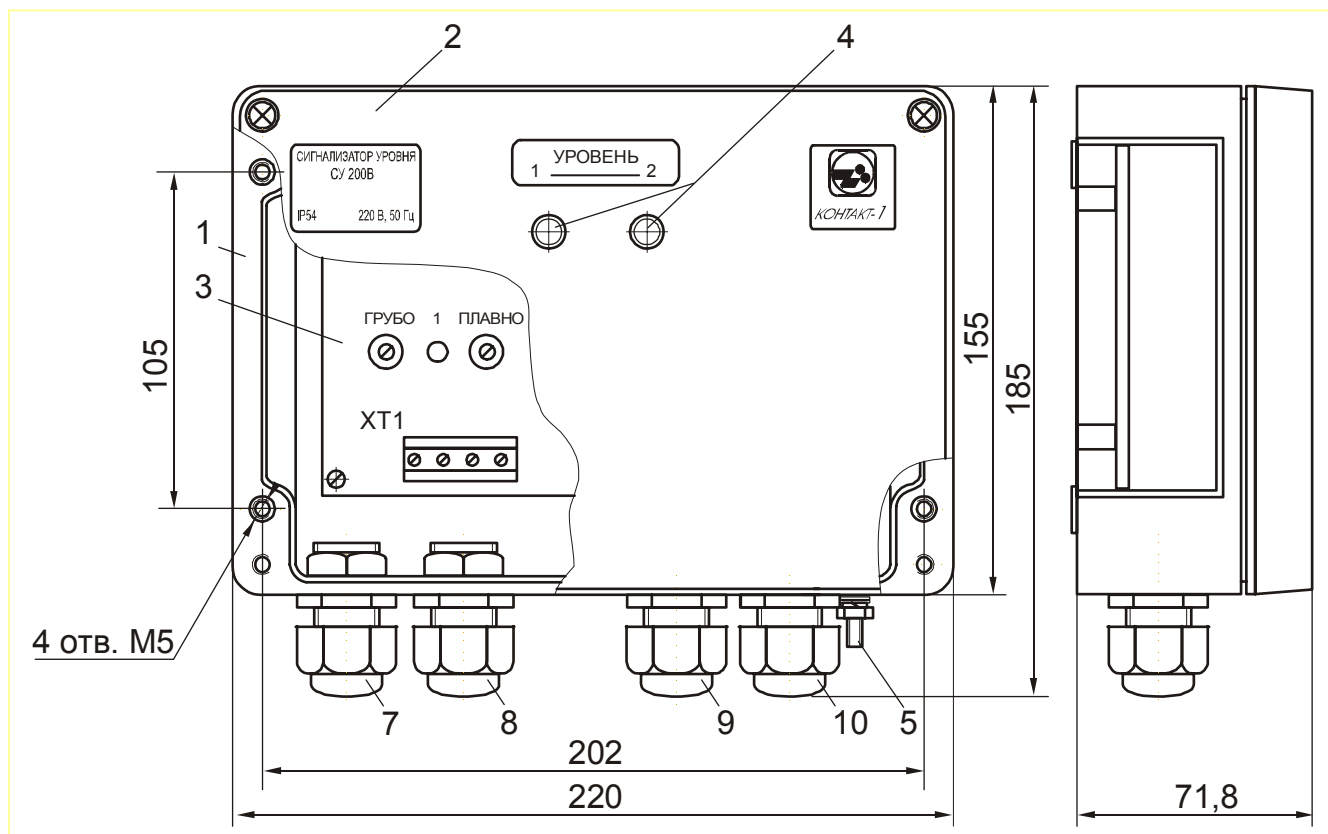

Рисунок 1 – Внешний вид, габаритные и установочные размеры вторичного преобразователя
1.3.1 Вторичный преобразователь (рисунок 1), состоит из корпуса 1, крышки 2, и электронного модуля 3. Для подключения заземляющего проводника служит зажим заземления 5, снабженный знаком “⚡”. На крышке расположены два светофильтра 4, закрывающих индикаторы, сигнализирующие состояние реле. На нижней стороне корпуса расположены четыре кабельных ввода 7, 8, 9 и 10.
1) вращением винта регулировочного элемента чувствительности ГРУБО (смотри рисунок 1) по часовой стрелке сначала добиться зажигания светодиода соответствующего канала датчика;